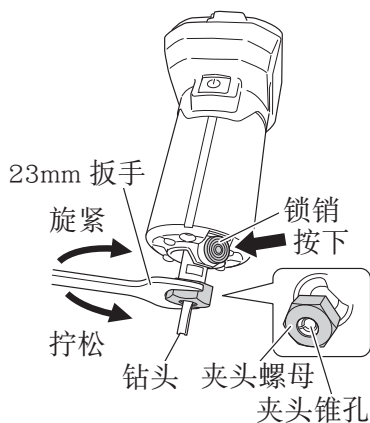

图 11
- (1) 从主体上拆下底座组件。
- (2) 将钻头深深地插入夹头锥孔中。(距夹头螺母侧 15mm 以上。)
- (3) 在钻头插入时，按下用于固定轴的固定锁销，使用 23mm 扳手以顺时针方向（从工具下方看）拧紧夹头螺母。(图 11)
- (4) 调整底座组件的小齿轮后，将拆下的底座组件安装到主体外壳的齿条上。然后将固定杆向固定侧倾斜，并牢牢固定底座组件。